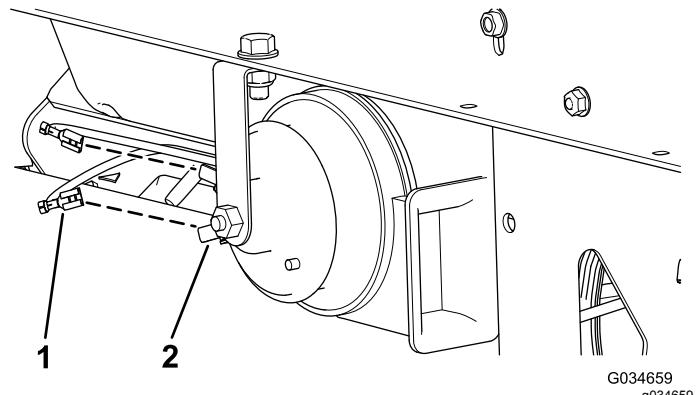

图 2
3. 将主线束的 2 个母接头插入 12V 喇叭的 2 个公接头 图 2。